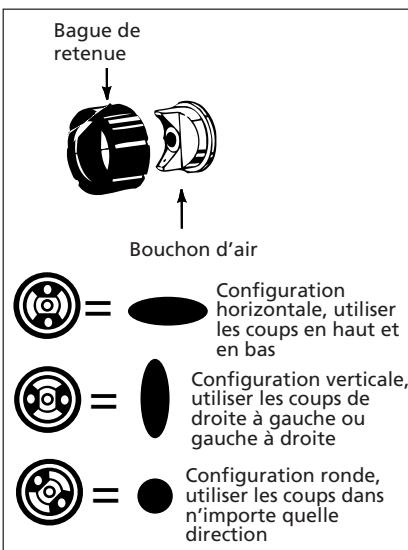

Figure 12 - Ajustement du "Type" de configuration de pulvérisation
- Pour ajuster le "type" de configuration, tourner le bouchon d'air à la position désirée. (Voir Figure 12).